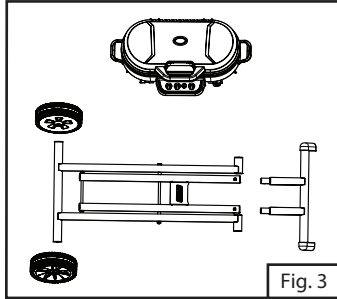
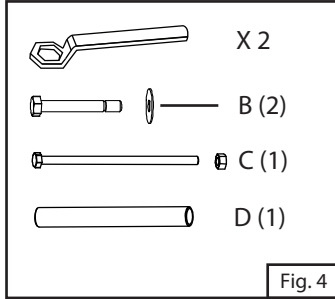

Fig. 3
Fig. 4
1. Vérifiez et retirez tous les composants de l'emballage. (Fig. 3 et Fig. 4)